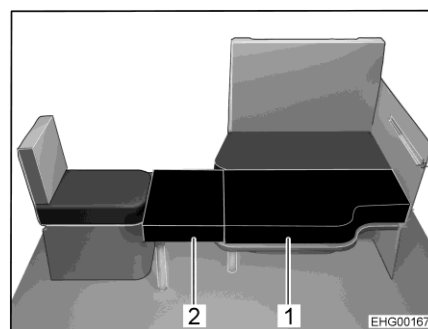

Fig. 69 Dopo la trasformazione
Il divano può essere trasformato insieme al sedile singolo laterale e il piano del tavolo ribassato del tavolo sospeso in un letto aggiuntivo. Al fine di creare la superficie utile, servono inoltre due cuscini aggiuntivi. Uno dei cuscini aggiuntivi (Fig. 69,2) è dotato di un supporto per i piedi ribaltabile e un angolo di supporto. L'altro cuscino aggiuntivo (Fig. 69,1) viene posato sul piano del tavolo.
- Aprire i supporti per i piedi del cuscino aggiuntivo piccolo (Fig. 69,2).
- Agganciare gli angoli di supporto del cuscino aggiuntivo (Fig. 69,2) al sedile singolo e appoggiare il cuscino aggiuntivo sul piano del tavolo.
- Posare il secondo cuscino aggiuntivo (Fig. 69,1) sul piano del tavolo.